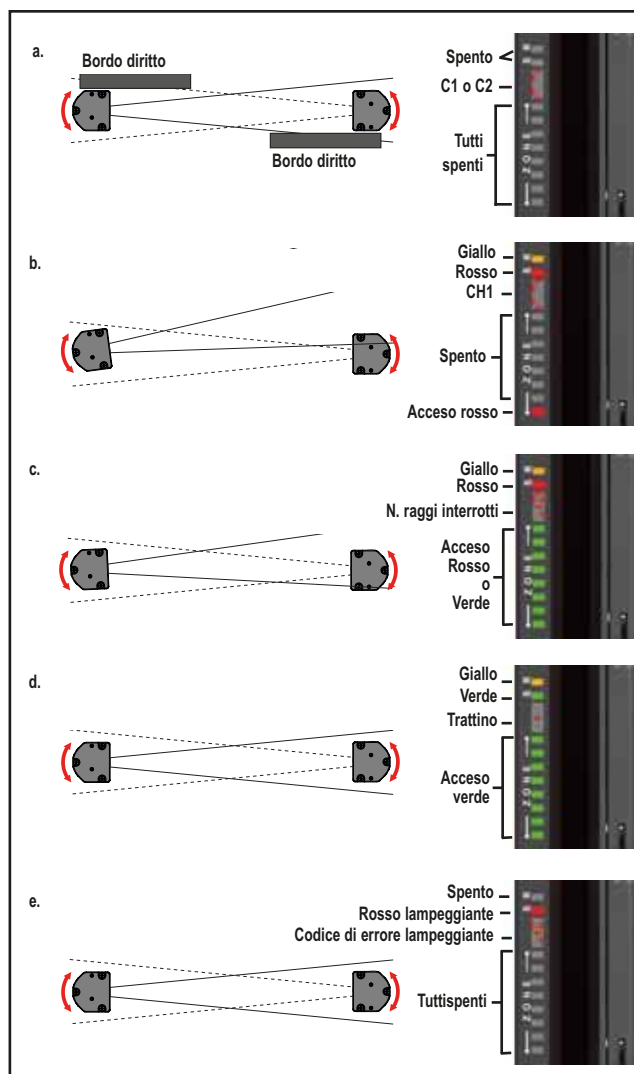

Figura 3-14. Allineamento ottico ottimale
- a. **Assicurarsi che l'emettitore e il ricevitore siano orientati ortogonalmente uno rispetto all'altro.** Utilizzare un bordo diritto (ad esempio una livella) per determinare la direzione verso cui è rivolto il sensore (vedere la Figura 3-14). Il lato frontale del sensore deve essere perpendicolare all'asse ottico.
d. Per ottimizzare l'allineamento e massimizzare l'eccesso di guadagno, allentare leggermente le viti di fissaggio del sensore e ruotare un sensore verso sinistra e destra, prendendo nota della posizione quando gli indicatori di stato si accendono con luce rossa (condizione raggio interrotto); ripetere la procedura per l'altro sensore (vedere la Figura 3-14). Porre il sensore al centro tra le due posizioni e serrare le viti di fissaggio, avendo cura di non modificare inavvertitamente la posizione mentre si stringono le viti.